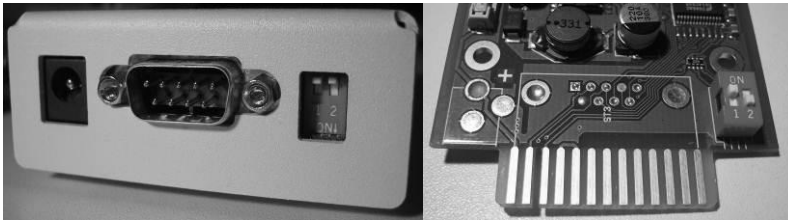

Abbildung 3: DIP- (Kipp-) Schalter: CS121L (links) im Konfigurationsmodus (IP 10.10.10.10) und CS121SC (rechts) im normalen Betriebsmodus
• Für die Konfiguration sind zuerst die DIP-Schalter des SNMP-Adapters zu setzen. Um den Adapter in den Konfigurationsmodus zu bringen, müssen beide DIP-Schalter 1 und 2 auf der Position OFF stehen. (Zu den DIP-Schaltern vgl. auch Abbildung 3:)